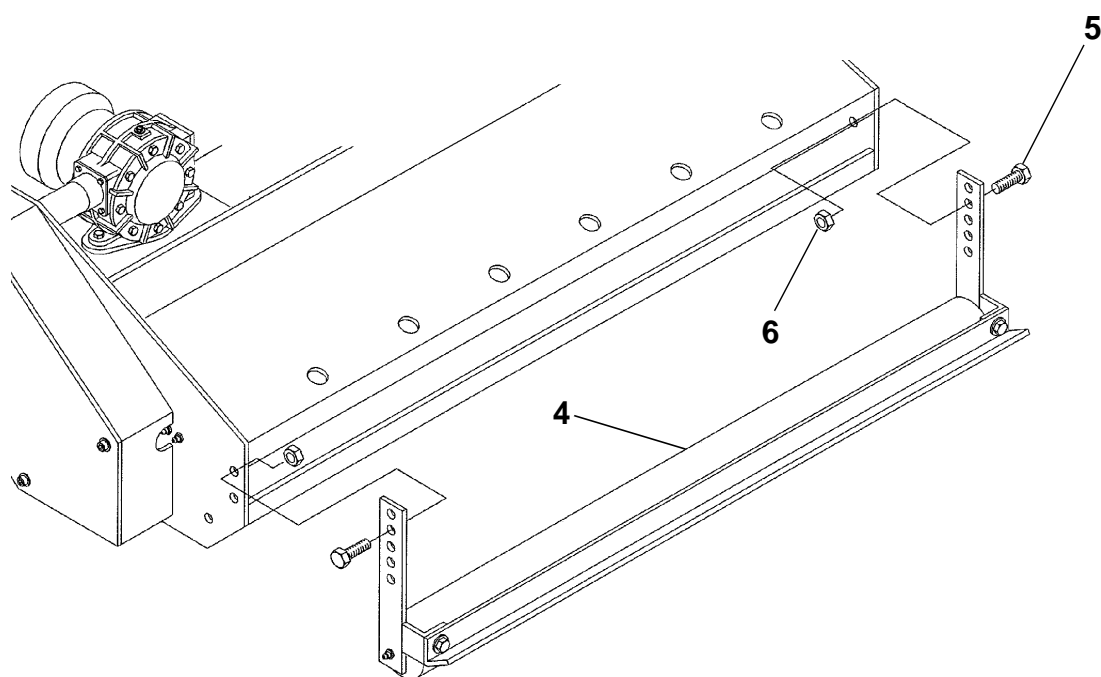

Fig. 6-2 *Regolazione rullo - Roller adjustment*
- Regolazione rullo: regolare la posizione in altezza del rullo 4 (Fig. 6-2) agendo sulle viti 5 e i dadi 6. Eseguire l'operazione sia a destra che a sinistra (il rullo deve appoggiare sul terreno).
- Roller adjustment: adjust the height position of the roller 4 (Fig. 6-2) with the screws 5 and the nuts 6. This operation should be executed both right and left (The roller must touch the ground).